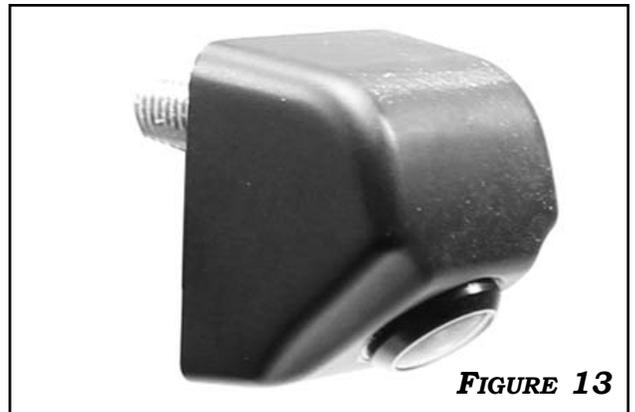

FIGURE 13
4. IF THE CAMERA ORIENTATION IS DESIRED AS SHOWN IN **FIGURE 13**, THE WHITE WIRE FROM THE CAMERA HARNESS WILL NEED TO BE CUT AND ISOLATED IN ORDER TO FLIP THE VIDEO IMAGE UPRIGHT.